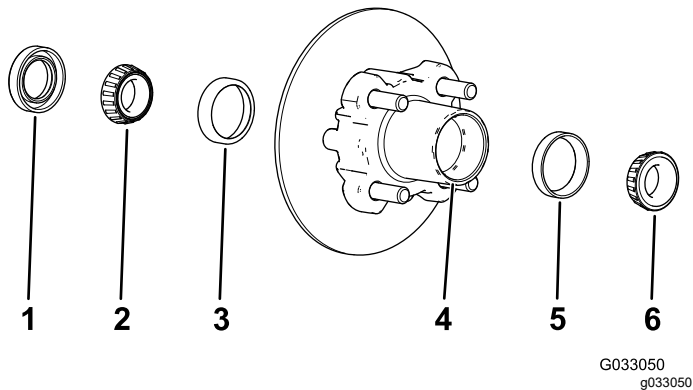

Figura 38
1. Retire el cojinete exterior y el anillo de rodadura del cubo (Figura 38).
2. Retire la junta y el cojinete interior del cubo (Figura 38).
5. Limpie el hueco del cubo para eliminar cualquier resto de grasa, suciedad y residuos (Figura 38).
7. Llène el hueco del cubo hasta un 50 a 80% de su capacidad con la grasa especificada (Figura 38).
8. Monte el cojinete interior sobre el anillo en el lado interior del cubo e instale la junta (Figura 38).